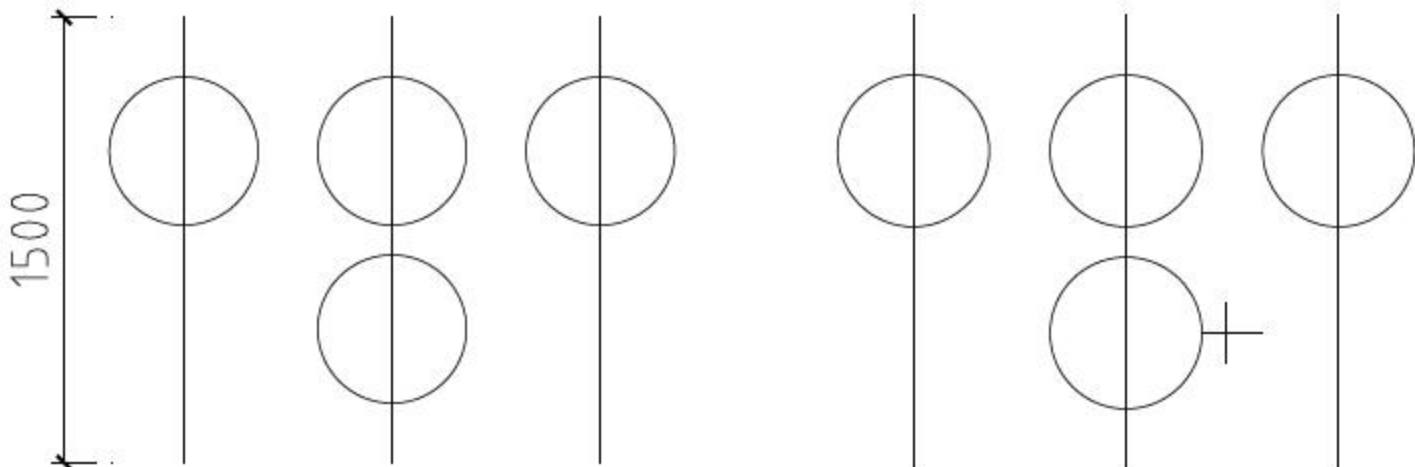

图8-49 绘制线段                      图8-50 绘制相交线段
- 03 调用L【直线】命令，过圆心绘制长度为1500的垂直线段，结果如图8-49所示。